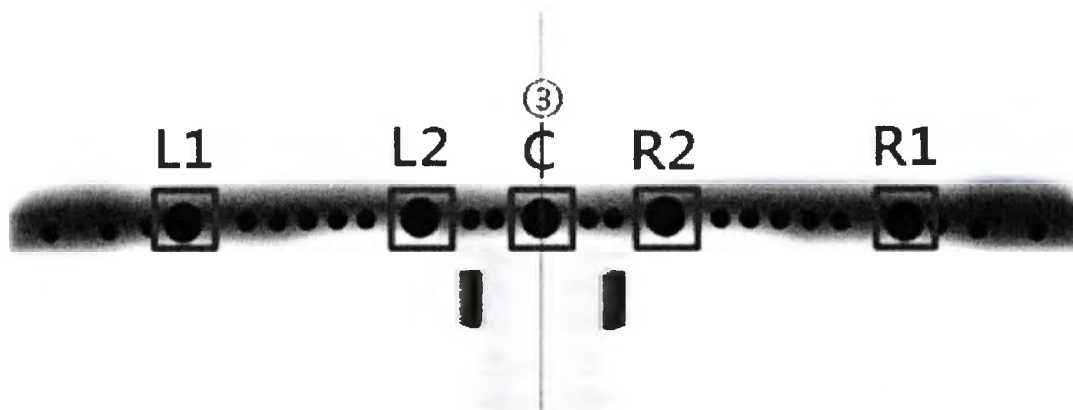

Рисунок 14.8. Измерение размеров шариков и положение наводящего луча.
10. Если шарик находится в центре изображения и его размер постоянен, выровняйте наводящий луч на фантоме и включите соответствующий датчик на сенсорной панели. Затем захватите изображение с помощью программы захвата панорамы. См. рисунок 14-8